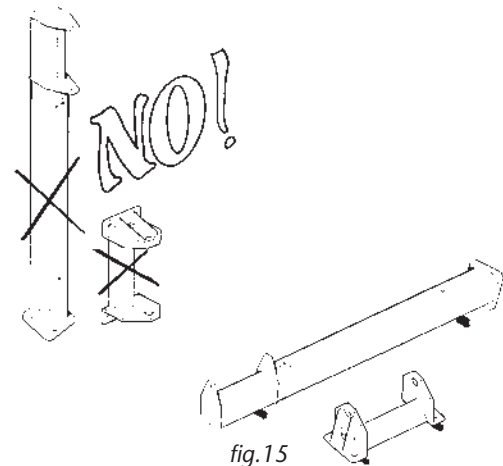

fig.15
- *Tutte le parti o componenti devono essere appoggiati o fissati stabilmente in tutte le fasi di movimentazione, trasporto e stoccaggio e non devono essere ribaltati o appoggiati in posizione verticale o su un fianco (fig.15).*